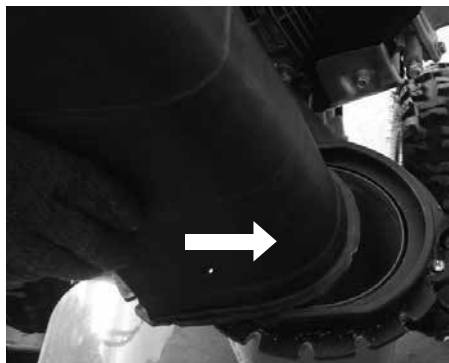

Рис. 7.1
2. Вставьте желоб в раструб (рис. 7.1).